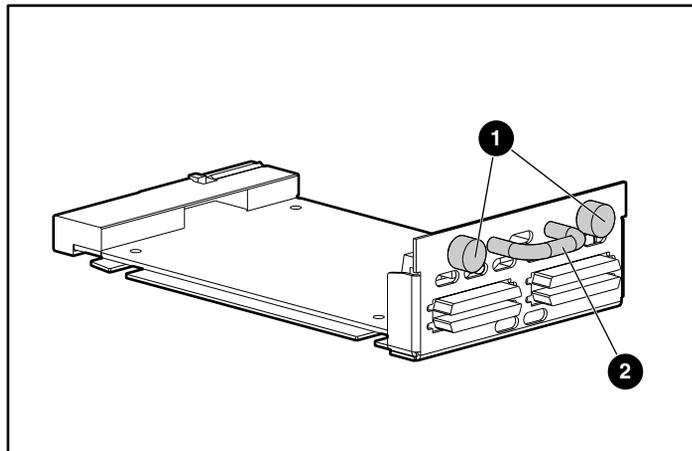
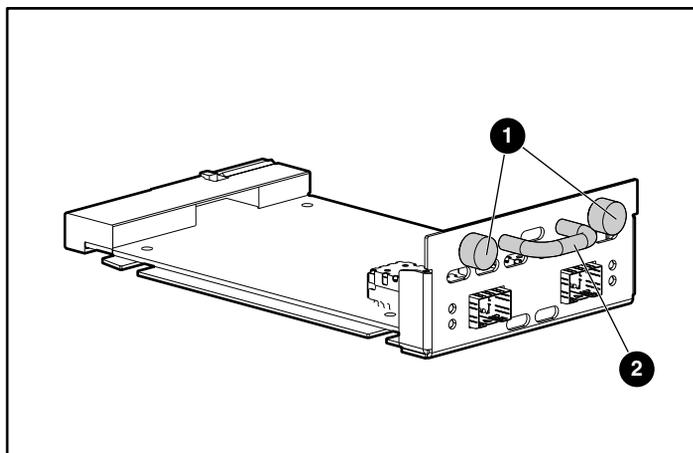

Figura 128: viti a testa piatta e maniglia su un modulo SCSI
Figura 129: viti a testa piatta e maniglia su un modulo a canale in fibra ottica
La Figura 128 riporta un modulo SCSI e la Figura 129 riporta un modulo a canale in fibra ottica.
4. Per installare il nuovo modulo, impugnare la maniglia ❷ illustrata nella Figura 128 o Figura 129, allineare la base del modulo al di sotto delle guide dell'apertura dell'alloggiamento e far scorrere il nuovo modulo all'interno finché la superficie esterna non aderisce al lato posteriore del router.